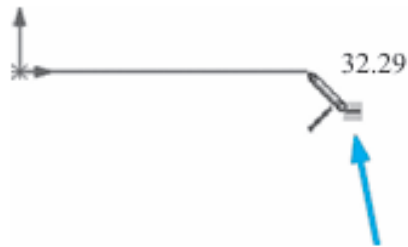

图 1-42 自动捕捉
(2) 从原点开始绘制一条水平的直线。在绘图窗口中，单击坐标原点（红色坐标系原点），系统会自动捕捉，将直线起点锁定在坐标原点，如图1-42所示。